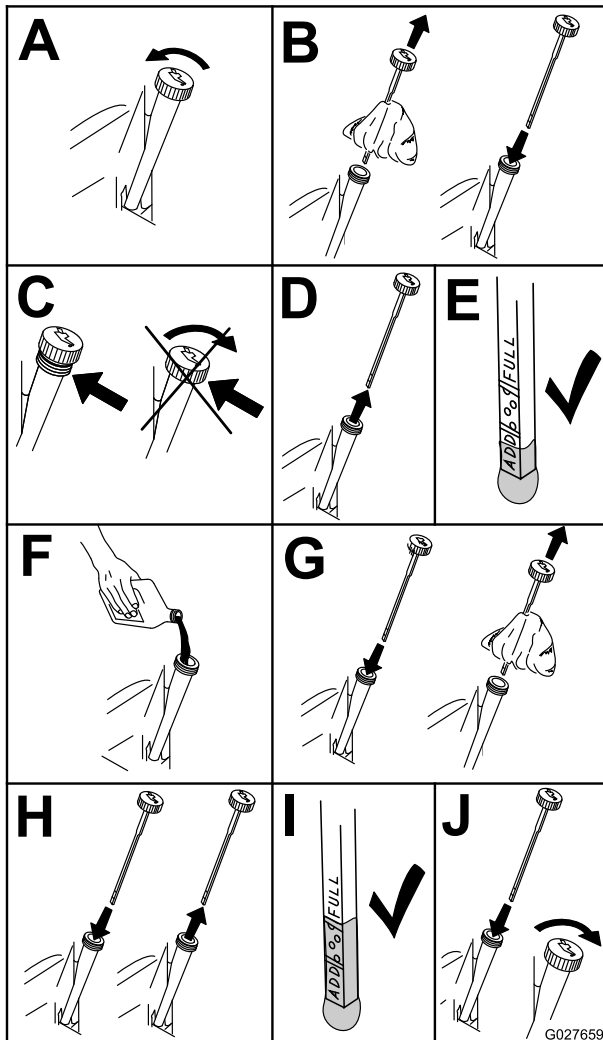

Figura 46
2. Pare el motor, retire la llave y espere a que se detengan todas las piezas en movimiento antes de abandonar el puesto del operador (Figura 46).